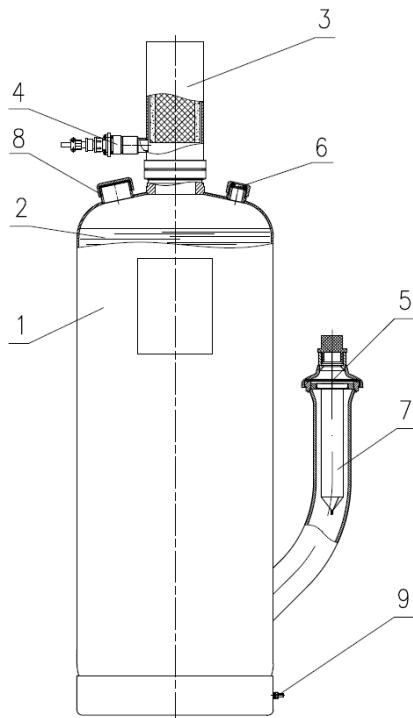

Рис.2. Устройство модуля «Буран 50TPB».
4.1. Модуль после сборки (рис. 2) представляет собой герметичную конструкцию, состоящую из стального корпуса 1, заполненного огнетушащим веществом 2, газогенератора 3, устройства пуска 4, разрывной мембранны модуля 5, предохранительной мембранны 6. В направляющей горловине модуля установлен сетчатый фильтр 7. На верхней части корпуса имеется заливная горловина 8, на нижней - узел заземления 9.
В период эксплуатации модуля доливка ОТВ в модуль выполняется через заливную горловину (Рис.2). Для этого необходимо Открутить крышку заливной горловины, снять паронитовую прокладку, долить ОТВ через воронку, проконтролировать уровень ОТВ в соответствии с п. 7.3. Уложить паронитовую прокладку на заливную горловину, закрутить крышку. Опломбировать соединение «крышка-корпус модуля»